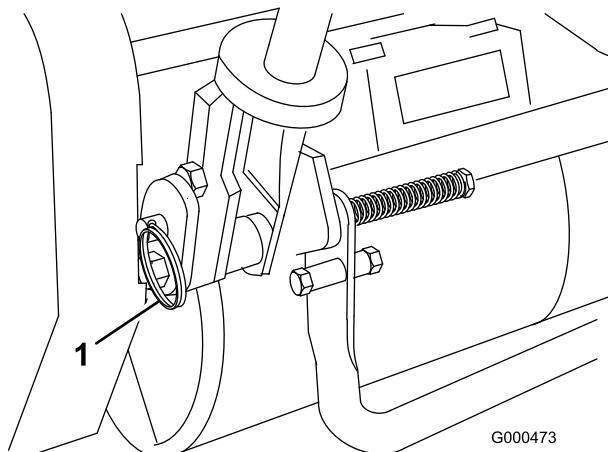

Figura 8
1. Retire las chavetas de los pasadores de anilla en cada lado del cortacésped (Figura 8).
2. Sujetando el manillar, retire los pasadores de anilla de cada lado y suba o baje el manillar a la posición de operación deseada (Figura 8).